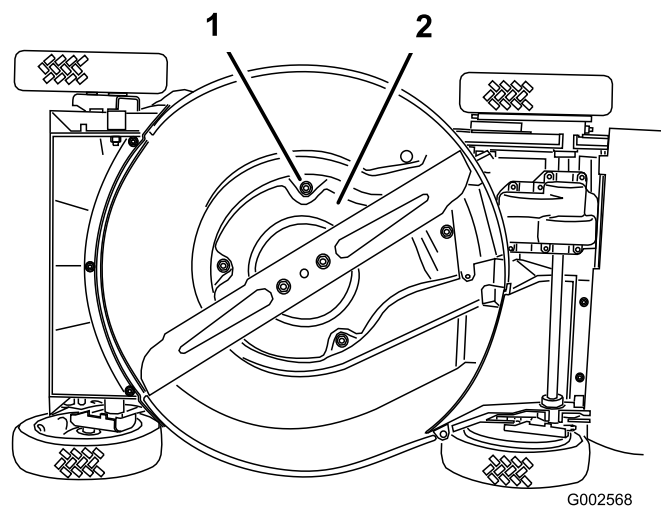

Figure 33
6. Enlevez les 4 vis de fixation de la protection (Figure 33).